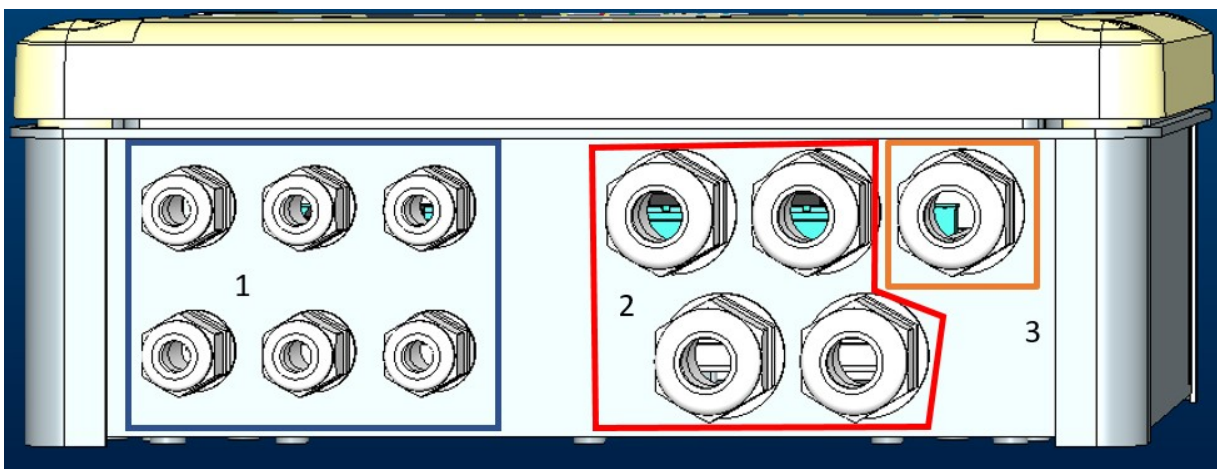

Abbildung 1: Abbildung Vorderseite Kabelverschraubung
1. Führen Sie das Kabel in die in Abbildung 1 orange eingekreiste Kabelverschraubung ein (Kabelverschraubung 3).
Je nach Anwendung kann der Anwender weitere Stromanschlüsse ausführen, siehe Abbildung 1.